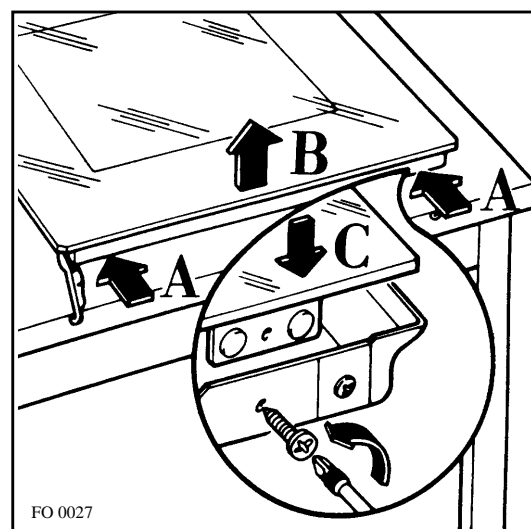

Fig. 7
- g)** svitate le viti indicate nella fig. 7 (lettera A);